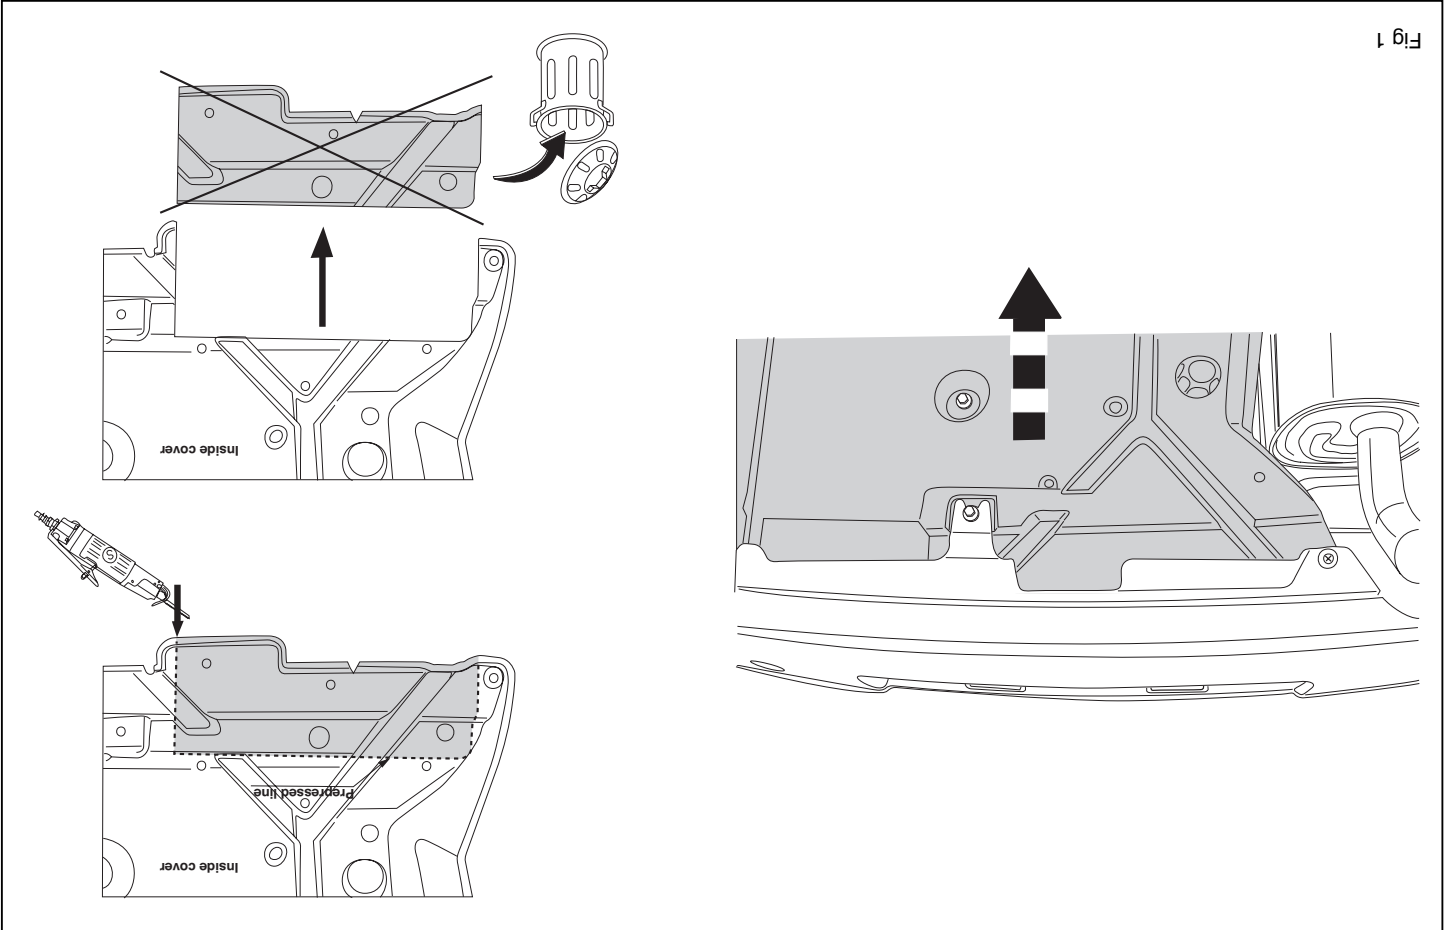

Fig 1
1. Remove if extant the cover plate from the underside of the bumper. See figure 1. Saw a portion out of the bumper and the cover plate as shown in figures 1 and 2a / 2b. Unscrew the bolt of the bumper center strip. Remove the 3 bolts M8 from the rear panel of the vehicle, at holes A. They will not be used again. Replace them with 3 bolts M8x40 and 3 plain washers M8, ø24. Tighten to the torque indicated in the table.
1. Démonter si présent les plaquettes de recouvrement situées sous le pare-chocs. Voir la figure 1. Scier une partie du pare-chocs et de la plaque de protection conformément à la figure 1 et 2a / 2b. Démonter les 3 vis de la patte de fixation centrale du pare-chocs. Démonter les 3 vis M8 sur le panneau arrière du véhicule, aux trous A. Elles ne seront pas réutilisées. Les remplacer par 3 vis M8x40 avec 3 rondelles plates M8 ø24. Les serrer au couple préconisé dans le tableau.
3. Mettre en place le longeron droit (3) de l'attelage sous le véhicule en engageant les trous A et C sur les vis M8x40 et sur les 2 gougeons filetés M10 présents sous le véhicule. Fixer sans serrer le longeron à l'aide des rondelles plates ø21, rondelles Grover et écrous.
4. Mettre en place le longeron gauche (2) de l'attelage sous le véhicule en engageant les trous A, B et C sur les vis M8x40 et sur les gougeons filetés M10 présents sous le véhicule. Fixer sans serrer le longeron à l'aide des rondelles plates ø21, rondelles Grover et écrous.
1. Falls vorhanden die Abdeckplatten auf der Unterseite der Stoßstange abmontieren. Siehe Abbildung 1. Gemäß Abb.1 und 2a / 2b einen Teil aus der Stoßstange und der Abdeckplatte heraussägen. Die Schrauben am Mittelstreifen der Stoßstange abschrauben. Die 3 M8-Schrauben von der Rückwand des Fahrzeugs an den A-Löchern entfernen. Sie werden nicht mehr benötigt. Diese durch 3 M8x40-Schrauben und 3 Unterlegscheiben M8 ø24 ersetzen. Mit dem in der Tabelle angegebenen Drehmoment befestigen.
3. Die rechte Lasche (3) der Anhängervorrichtung anbringen, indem die M8x40-Schrauben und die 2 Rahmenschrauben M10 (bereits unter dem Fahrzeug) in die Löcher A und C eingeführt werden. Anbringen, ohne die Lasche festzudrehen, indem die Unterlegscheiben ø21, Federringe und Muttern verwendet werden.
4. Die linke Lasche (2) an der Anhängervorrichtung anbringen, indem die M8x40-Schrauben und die 2 M10-Rahmenschrauben (bereits unter dem Fahrzeug) in die Löcher A, B und C eingeführt werden. Anbringen, ohne die Lasche festzudrehen, indem die Unterlegscheiben, Federringe und Muttern verwendet werden.
5. Überkreuzrohr (1) zwischen der Rückwand und der Stoßstange ansetzen (Überkreuzrohr über dem Auspuffrohr).
6. Ohne anzuziehen die Seitenscheiben (2) und (3) mit dem Überkreuzrohr (1) mit M12x35-Schrauben einschließlich Unterlegscheiben, Federringen und Muttern zusammensetzen. Die Halterung in der folgenden Reihenfolge mit dem in der Tabelle angegebenen Drehmoment anziehen:
1. Zdemontować gdy obecny płyty pokrywowe od spodu zderzaka. Patrz rysunek 1. Wyphować zgodnie z rysunkiem 1 i 2a / 2b z zderzaka i płyty pokrywowej. Odkręcić śrubę mocującą produktowy pas zderzaka. Usunąć 3 śruby M8 z tylnego panelu pojazdu, w miejscu otworów A. Nie będać ponownie używane. Zastąpić je 3 śrubami M8x40 i 3 pierścieniami uszczelniającymi M8 ø24. Dokręcić do momentu obrotowego wskazanego w tabeli.